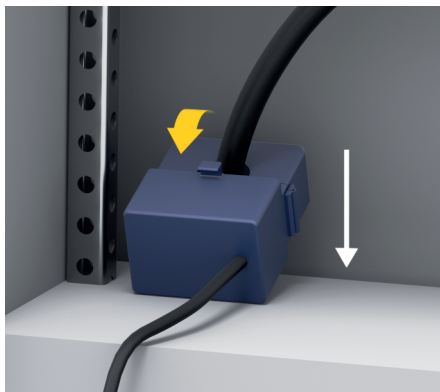

Fig. 15: Exemplu montare senzor de curent
- ▷ Asigurați-vă că senzorul are direcția de măsurare corectă (Fig. 15, săgeată albă).
- ▶ Selectați o locație de montare care permite cablurilor pot să fie direcționate drept și fiți atenți la direcția de măsurare (**săgeată îndreptată în jos către sarcină**) (Fig. 15, săgeată albă).
- ▶ Introduceți cablul instalației în senzorul de curent și închideți capacul senzorului (Fig. 15, săgeată galbenă).